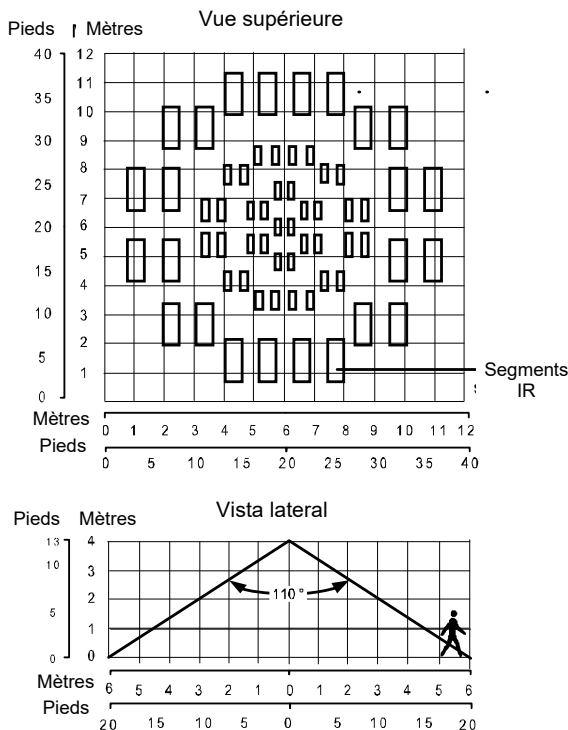

Figure 5 : Vue de dessus et vue latérale
Pour optimiser les capacités de détection IRP du détecteur sans fil LuNAR FireWatch, il est recommandé de placer le détecteur LuNAR FireWatch directement au-dessus du centre de la zone protégée. La lentille du détecteur IRP fournit des secteurs (faisceaux) de détection répartis sur trois niveaux optiques : externe (12 secteurs), intermédiaire (12 secteurs) et interne (7 secteurs). Cette disposition assure la meilleure couverture de la zone surveillée (*reportez-vous à la Figure 5*).
- Pour une détection optimale, choisissez un emplacement susceptible d'intercepter un intrus se déplaçant dans la zone de couverture (*reportez-vous à la Figure 5*). Deux minutes après la mise sous tension (délai de préchauffage), testez le détecteur en effectuant un test de marche sur toute la zone protégée afin de vérifier le bon fonctionnement de l'appareil.